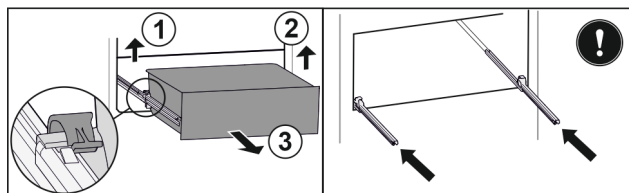

Fig. 103
- Podignite lijevu stezaljku i istovremeno izvucite ladicu lijevo prema naprijed. Fig. 103 (1)
- Podignite desnu stezaljku i istovremeno izvucite ladicu desno prema naprijed. Fig. 103 (2)
- Izvadite ladicu prema naprijed. Fig. 103 (3)